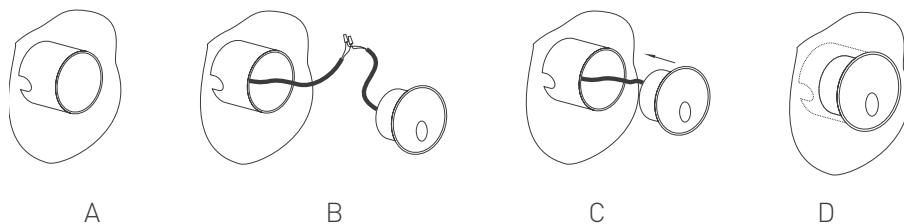

Рис. 3. Последовательность подключения
- 3.2. Закрепите закладную часть в месте установки (рис. 3 поз. А). Закладная часть устанавливается непосредственно в отверстие на поверхности и фиксируется в ней с помощью строительной смеси согласно типу поверхности.
- 3.3. Присоедините провода питания светильника к обесточенной сети АС 230 В (рис. 3 поз. В). Соблюдайте порядок подключения и маркировку проводов: желто-зеленый — РЕ, «защитное заземление»; коричневый — L, «фаза»; синий — N, «ноль».
- 3.5. Установите светильник в закладную часть до упора, преодолевая упругое сопротивление распорных пружин (рис. 3 поз. С).